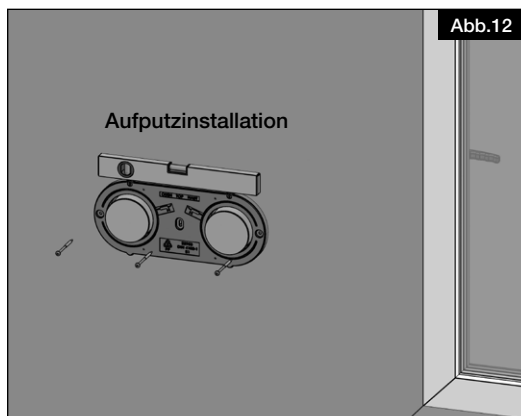

Abb.12
8. Den Adapter mit Befestigungsschrauben (nicht im Lieferumfang enthalten) montieren (s. Abb.12).